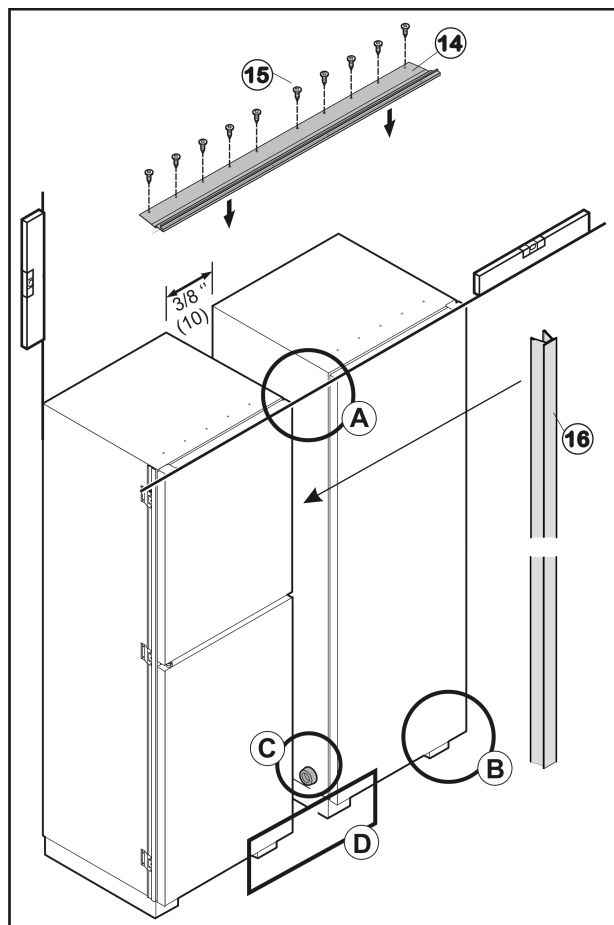
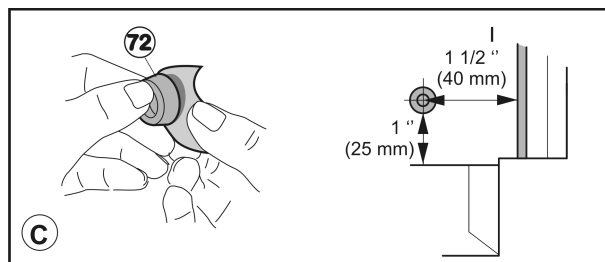
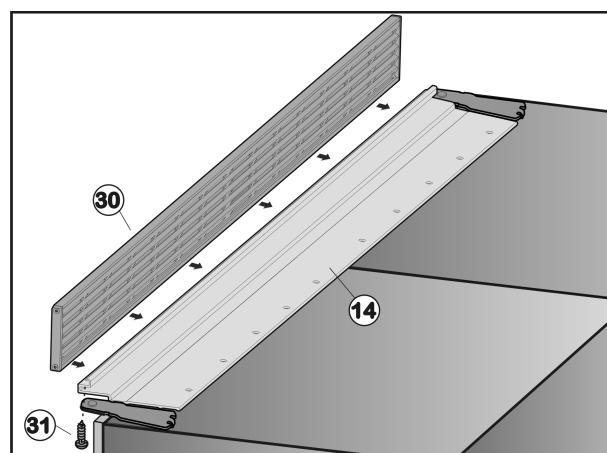
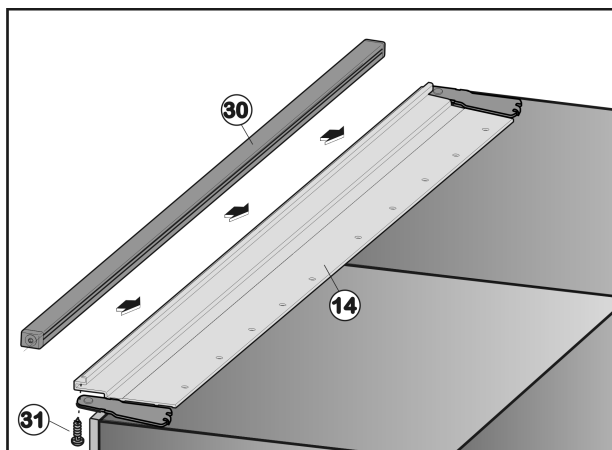

Fig. 42
Fig. 44
Fig. 49
Fig. 50
- Pegue el distanciador Fig. 44 (72) en la parte inferior junto a la pared lateral en el lado del tirador, a aprox. 1,5 pulg. (40 mm) del canto delantero del aparato hacia dentro.
- Coloque el perfil de montaje superior Fig. 42 (14) sobre el aparato y alinéelo de tal forma que los agujeros del perfil de montaje y del aparato se encuentren superpuestos.
- Atornille el perfil de montaje superior Fig. 42 (14) con los tornillos Fig. 44 (15) por los agujeros previamente perforados.
- Coloque la rejilla de aire Fig. 49 (30) sobre el perfil de montaje Fig. 42 (14) y alinéela de tal forma que los agujeros de la rejilla de aire y del perfil de montaje se encuentren superpuestos.
- Atornille la rejilla de aire Fig. 49 (30) desde abajo con los cuatro tornillos Fig. 49 (31) en el perfil de montaje.
- Coloque la regleta terminal Fig. 50 (30) sobre el perfil de montaje Fig. 42 (14) y alinéela de tal forma que los agujeros de la regleta terminal y del perfil de montaje se encuentren superpuestos.
- Atornille la regleta terminal Fig. 50 (30) desde abajo con los cuatro tornillos Fig. 50 (31) en el perfil de montaje.